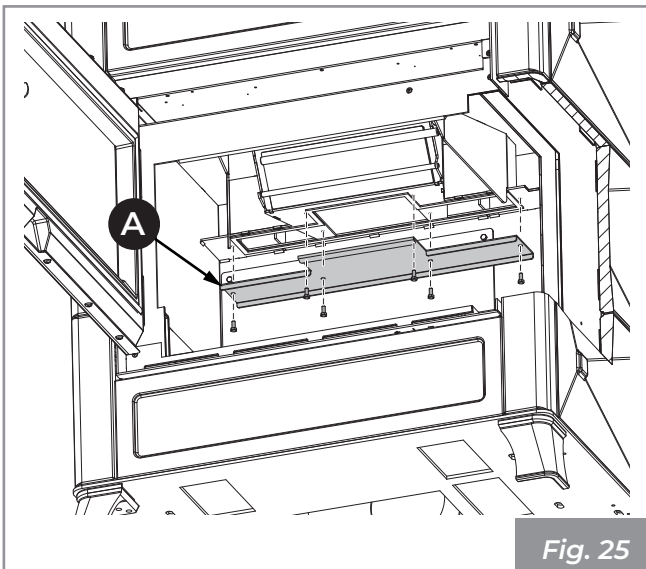

Fig. 25
Retirer le bouchon du collecteur de fumées (A) (Fig. 25).